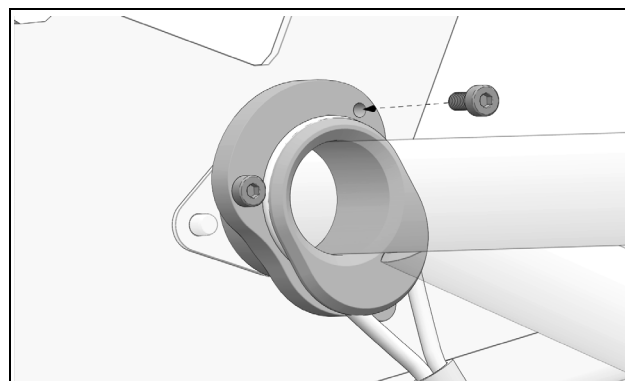

Figure 20
- Ré-installer le boulon retiré lorsque l'ajustement est terminé. Figure 20.